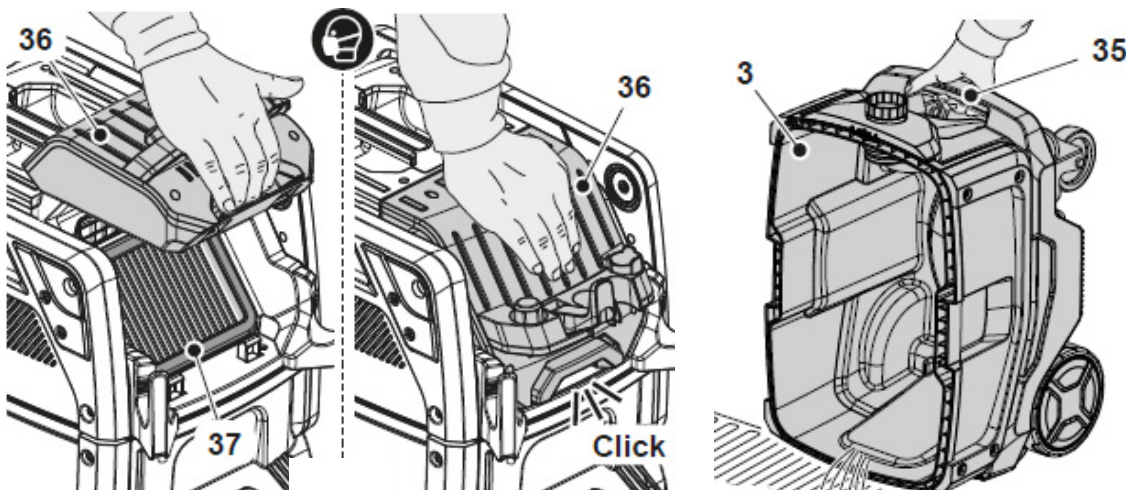

Abb.7-1: Hauptfilter prüfen und reinigen
- Die hintere Klappe (Pos. 36, Abb.7-1) mit dem Hebel anheben.
- Den Hauptfilter (Pos. 37, Abb.7-1) entfernen.
- Den Filter (Pos. 37, Abb.7-1) mit einem Wasserstrahl innen und außen reinigen; der Filter kann in lauwarmem Wasser gewaschen und im vollständig getrockneten Zustand wieder eingesetzt werden.
- Den Filter (Pos. 37, Abb.7-1) wieder in seine Position einsetzen.
- Die hintere Klappe (Pos. 36, Abb.7-1) schließen.
- Den Abfallbehälter (Pos. 3, Abb. 7-1) am Griff (Pos. 35, Abb. 7-1) nach oben ziehen, bis er vollständig entleert ist.
- Das Innere des Abfallbehälters (Pos. 3, Abb. 7-1) unter fließendem Wasser reinigen und mit einem sauberen Tuch abtrocknen.